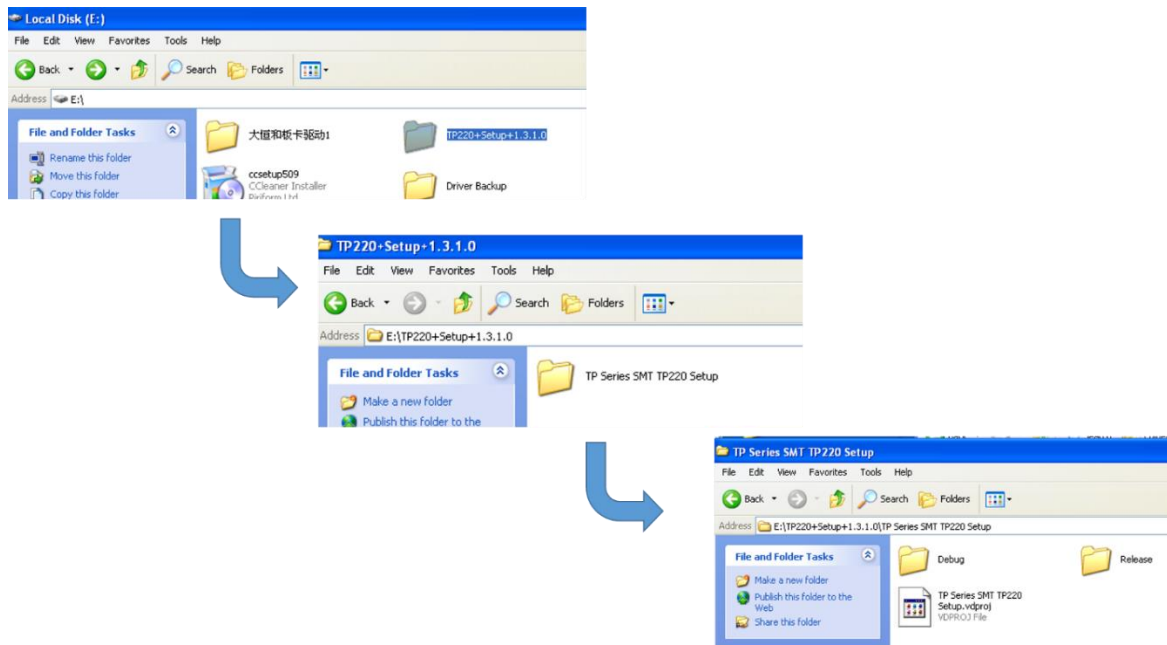

Figura 5. Acceso a las carpetas.
- ✓ Clic en la carpeta **Debug**. En la figura 5 se muestra el acceso a las carpetas de los pasos anteriores.